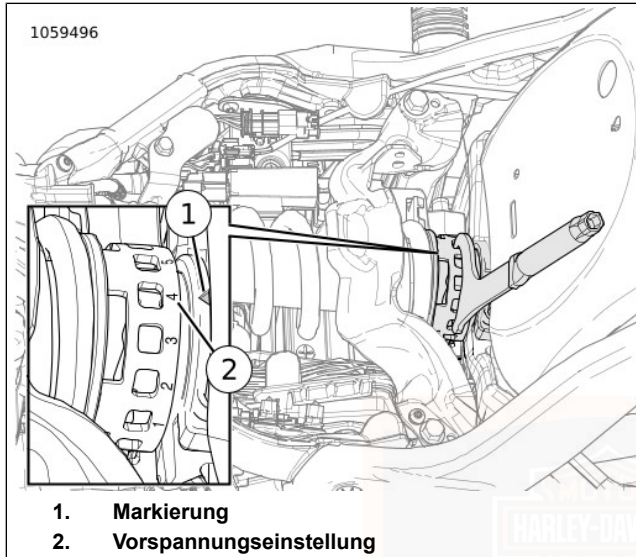

Abbildung 9. Vorspannungseinstellungsnocken
1. **Cam-Ausführung:** Siehe Abbildung 9.